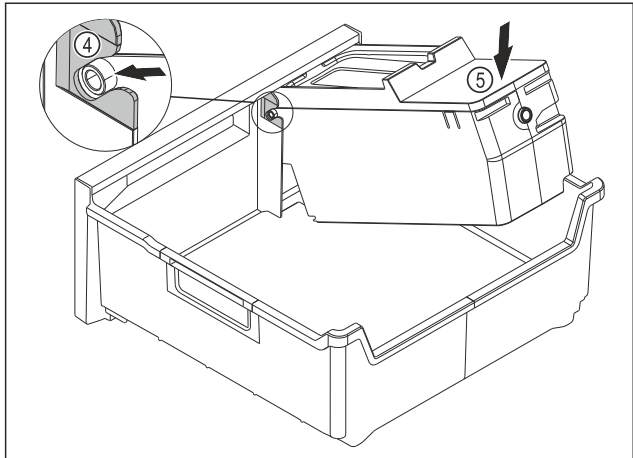

Fig. 135
- ▶ Montați corpul EasyTwist-Ice: Intrați axele corpului EasyTwist-Ice în ghidaje Fig. 135 (4).
- ▶ Apăsăți corpul EasyTwist-Ice Fig. 135 (5) în spate în jos.